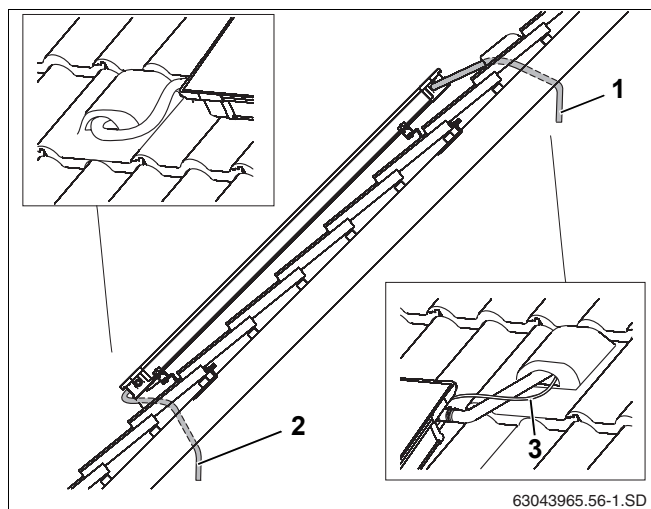

Fig. 52 Dirijarea conductelor de racord sub acoperiș
- Se dirijează furtunul solar împreună cu cablul senzorului prin țigla de aerisire (Fig. 52, **Poz. 1**) și prin izolația acoperișului.